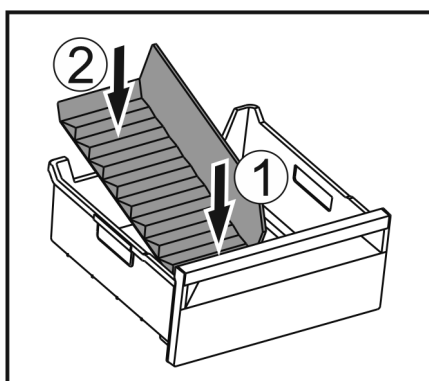

Fig. 164
- Inserire la parte anteriore del divisore dello scomparto del ghiaccio. Fig. 164 (1)
- Abbassare la parte posteriore del divisore dello scomparto del ghiaccio fino al fondo del cassetto. Fig. 164 (2)